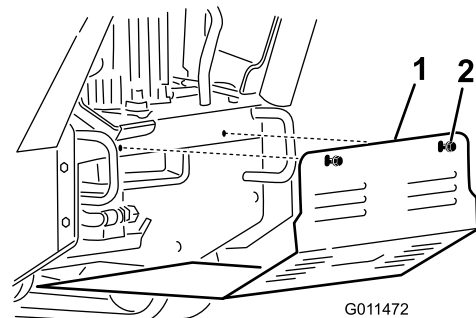

Figure 26
2. Desserrez l'un après l'autre les 2 boulons qui fixent le panneau de protection inférieur jusqu'à ce qu'il se détache (Figure 26).
2. Glissez le panneau dans la machine jusqu'à ce qu'il repose sur les 4 languettes (Figure 26).